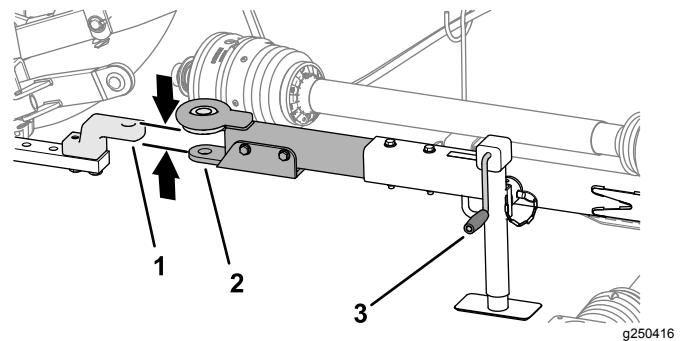

Figura 28
1. Utilize a pega do macaco para levantar ou baixar a barra de reboque e alinhe a barra de reboque com a lança de tração ou com o engate pintle (Figura 28).
3. Alinhe a lança de tração ou o engate pintle do veículo de reboque com a barra de reboque do cortador (Figura 28).